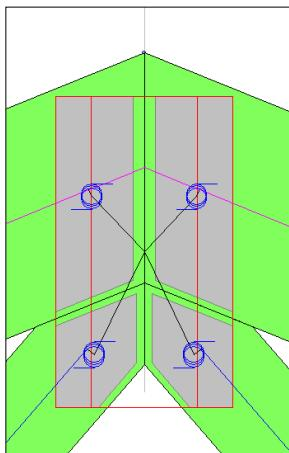
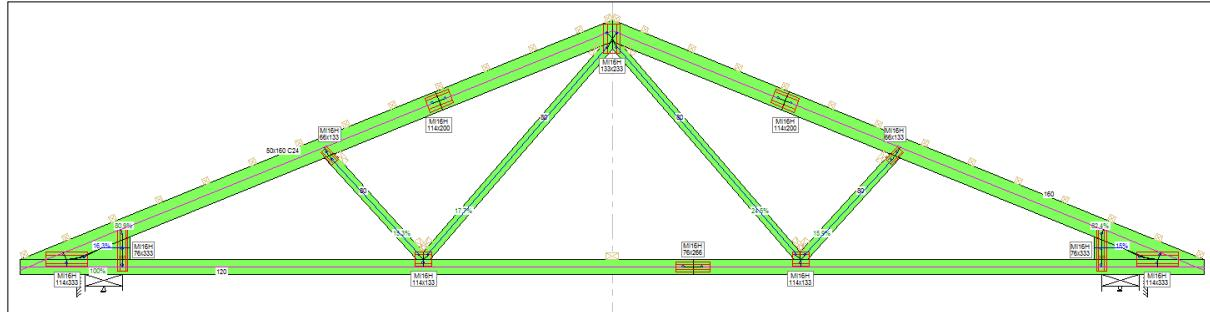

Abb. F 1
Abb. F 3
In Abschnitt 8.8 der DIN1052:2008-12 wird die Modellbildung für Anschlüsse bei „indirekten Verbindungen“ (Nagelplatten) geregelt. Beim plattenorientierten statischen Modell, welches dem Abschnitt 8.8.1. (9) entspricht, wird dieses an die tatsächliche Plattenlage angepasst und die Steifigkeit wird in Abhängigkeit der Plattenfläche ermittelt. Das plattenorientierte Modell (Abb. F 1) verbindet alle Holzteile über Knoten, die im Schwerpunkt der Plattenflächen liegen, miteinander. In diesen Knoten sind Dreh- und Wegfedern eingebunden, die sich aus den in den Zulassungen aufgeführten  $K_{ser}$ -Werten errechnen. Bei dem plattenorientierten Modell wird bereits während der FEM-Analyse die Nachgiebigkeit der Verbindungsmitte berücksichtigt. Dadurch werden auch die Schnittgrößen beeinflusst; im Besonderen die Momente.
Wird ein Binder nach DIN 1052:2008-12 mit dem plattenorientierten Modell bemessen, so werden die Nagelplatten am Bildschirm zunächst rot dargestellt (siehe Abb. F 1 und Abb. F 3). Damit soll verdeutlicht werden, dass die Platten zeitlich begrenzt festgesetzt sind. Die roten Plattenränder weisen nicht auf einen Fehler hin, sondern zeigen nur den aktuellen Status an. Eine zeitlich begrenzt festgesetzte Platte verhält sich anders als freie oder festgesetzte Platten.